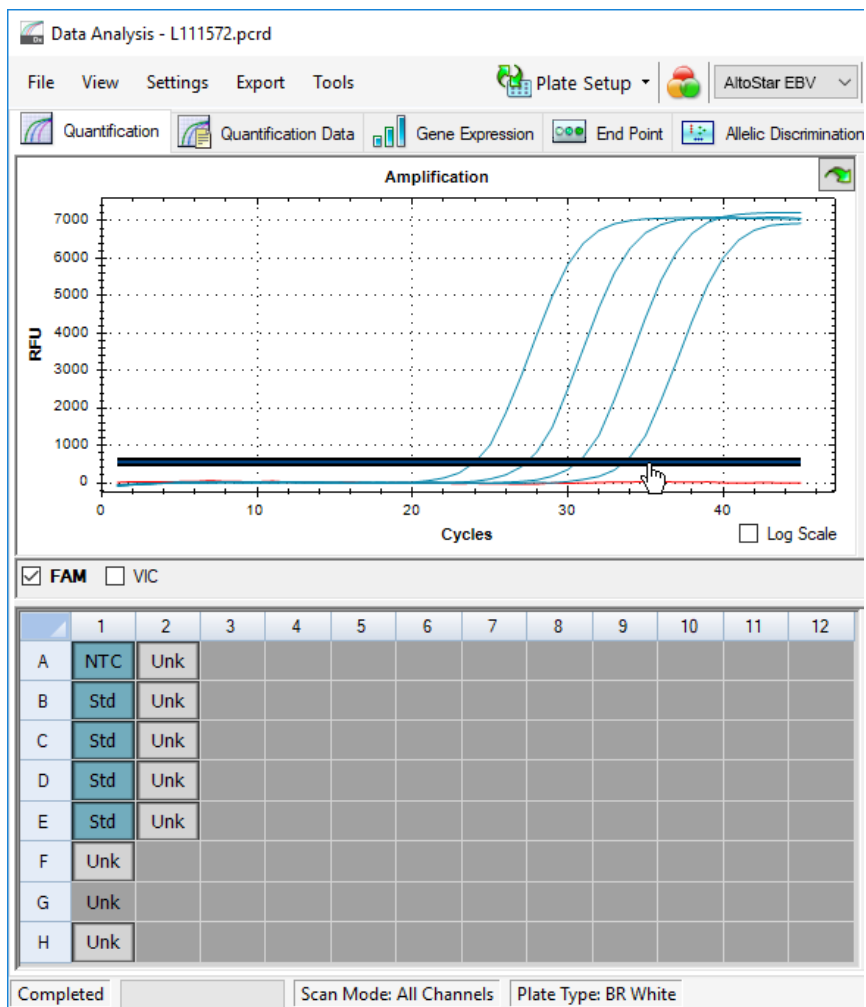

Figura 10: Ventana Data Analysis (análisis de datos): configuración del umbral FAM™
5. En la parte izquierda de la ventana Data Analysis (análisis de datos) quite la marca de la casilla de verificación **VIC** y marque únicamente la casilla **FAM** para el canal de detección de EBV objetivo (consulte la figura 10).
6. Seleccione únicamente los pocillos que contienen el NTC y el QS en la vista de placa de la ventana Data Analysis (análisis de datos) (consulte la figura 10).
7. Arrastre el pocillo de umbral por encima de la señal del NTC hacia el área exponencial de las señales de QS (consulte la figura 10).